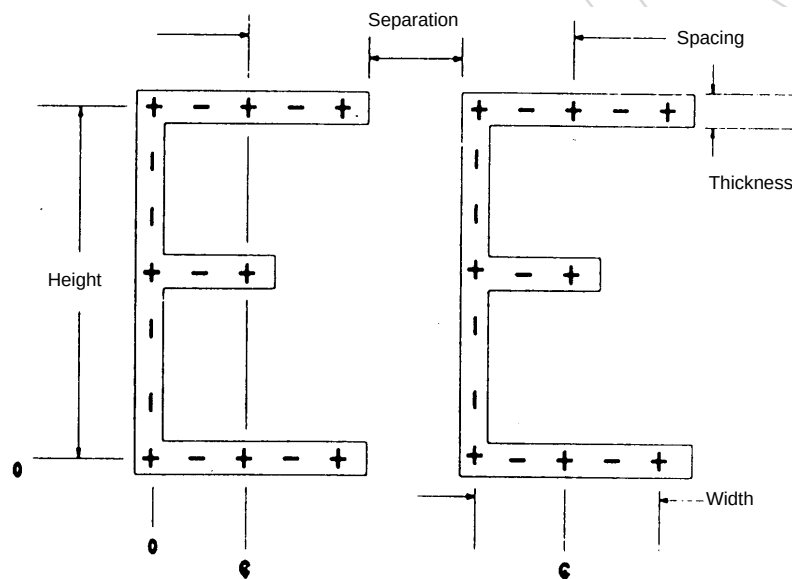

図 1
5.2 文字寸法および間隔 — (表 1 および図 1 参照)